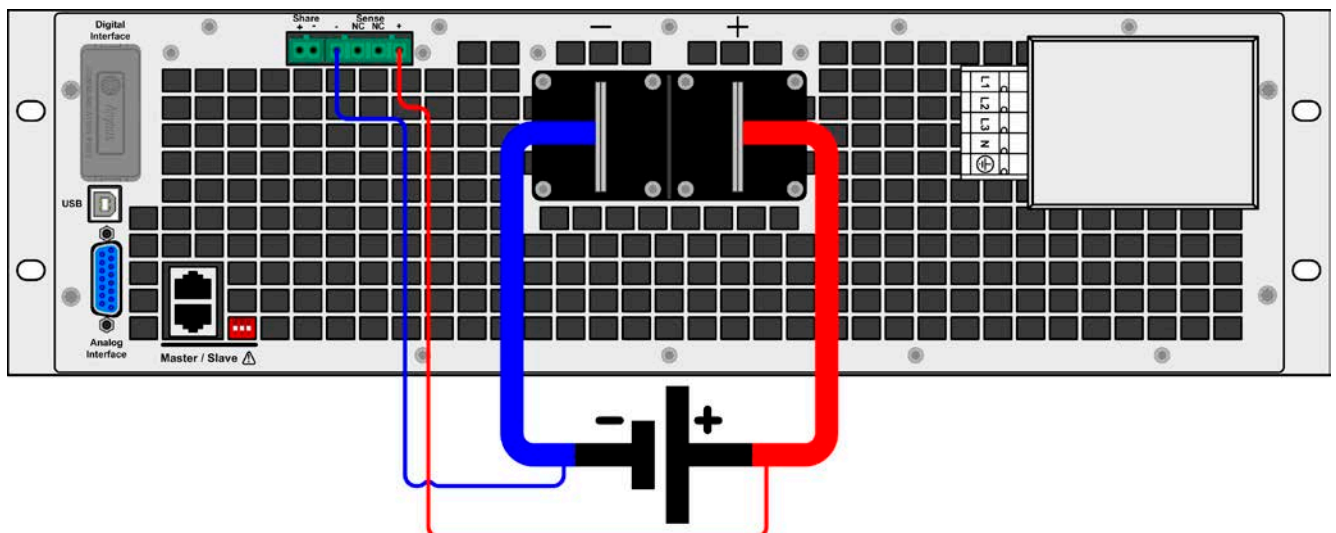

Bild 8 - Beispiel Fernföhungsverdrahtung
- (+) Sense darf nur am (+) der Quelle und (-) Sense nur am (-) der Quelle angeschlossen werden. Ansonsten könnte die elektronische Last beschädigt werden. Siehe auch *Bild 8*.